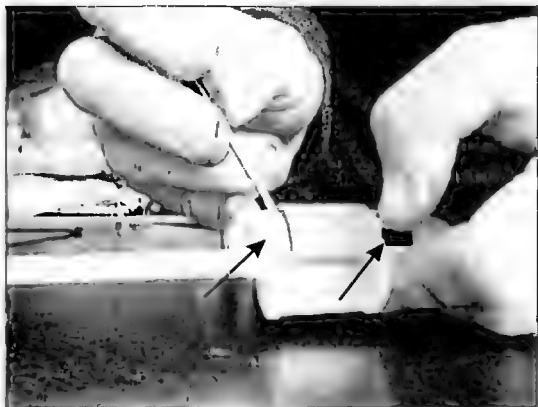

Рис. 6.35
- Сдвигают ось с роликом вправо сквозь отверстие в основании, затем, приподняв освободившийся край, вынимают ее. Сам резиновый ролик тоже снимается с оси, достаточно отогнуть защелки с его боков (показаны стрелками на рис. 6.35).